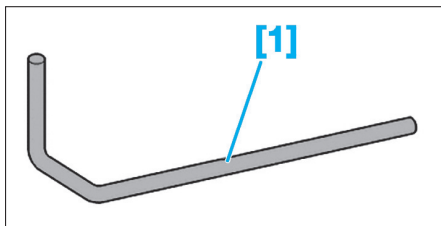

Fig. 1
- [1]. Pige d'immobilisation de galet d'accessoires (réf : 0194-f) (Fig.1).